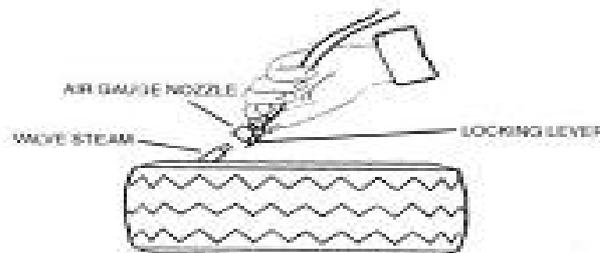

Fig 10
2. Benutzen Sie die, vom Hersteller empfohlene, Montagepaste, um den Reifen und die Felge kräftig einzuschmieren. Abb. 10.
- Nicht den geltenden Sicherheitsnormen entsprechend; Abb. 10